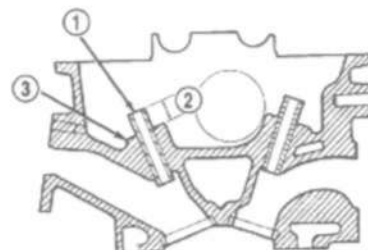

Рис. 8 Высота клапанной втулки
- (5) Проверка высоты клапанной втулки (Рис. 8).